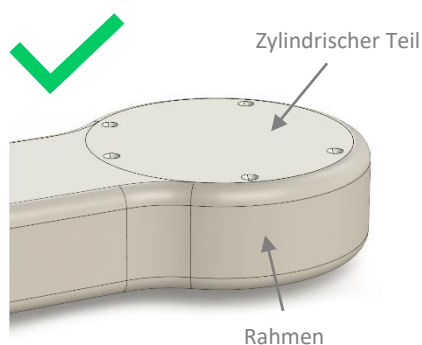

Abbildung 1. Konforme Patientenschnittstelle
- 1) perfekt zusammengebaut ist (vgl. Abbildung 1) und keinerlei Beschädigung aufweist, oder